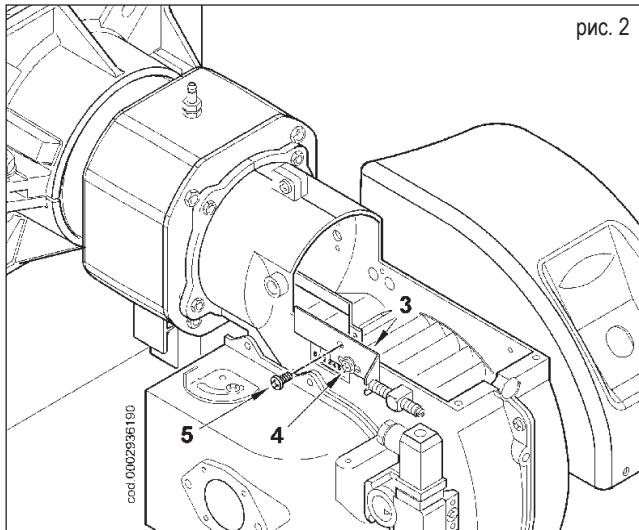

рис. 2
- 2) Проверить, чтобы подвижная пластина (3) была закреплена винтом (4). Это позволит по окончании обслуживания поместить узел смесителя в то же положение, на которое он был ранее отрегулирован. Открутить винт (5), фиксирующий выдвижную штангу узла к подвижной пластине (рисунок 2).